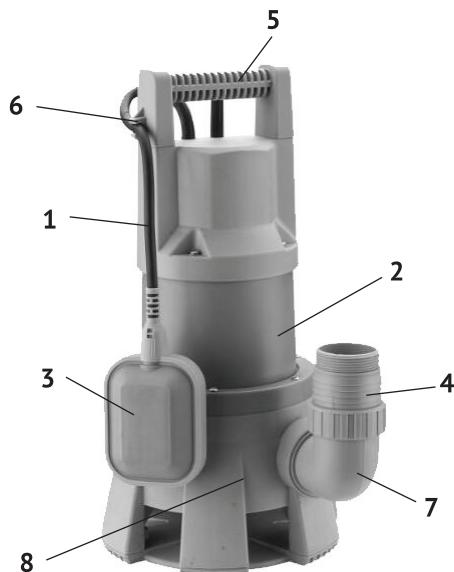

рис.1
2.4 Общий вид насоса представлен на рис.1
2.5 Двигатель и насос расположены в пластиковом корпусе (рис.1 поз.2). Насос приводится в действие асинхронным двигателем переменного тока. Подключение насоса к сети осуществляется кабелем питания со штепсельной вилкой с заземляющим контактом. Насос начинает работу при подключении к сети питания.
4.2 Прикрутите к корпусу насоса (рис.1 поз.2) угловой патрубок (рис.1 поз.7) с предварительно прикрученным к нему выходным штуцером (рис.1 поз.4). Смонтируйте и присоедините к выходному штуцеру напорную магистраль.
4.4 Для установки других пределов регулировки, следует изменить вылет поплавка относительно места крепления (рис.1 поз.6) его кабеля (рис.1 поз.1) на рукоятке (рис.1 поз.5). Проверьте, что уровень воды в пределах поля регулирования по отношению к перекачиваемому объёму, не потребует от насоса 30-ти и более выключений в час. Частые коммутации выключателя сокращают срок службы насоса.
4.5 Привяжите верёвку (трос) к ручке (рис.1 поз.5) насоса. Кабель питания можно закрепить на этой верёвке.